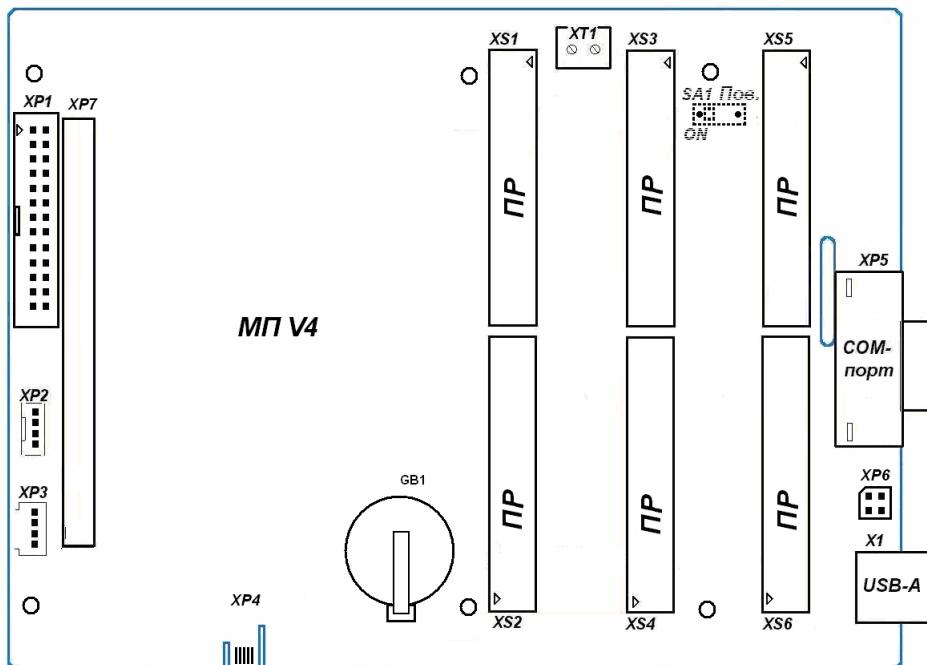

Рисунок 1.1
Ниже даны краткое описание и рекомендации по установке выпускаемых ООО «Интелприбор» в настоящее время плат расширения МКТС и функционально связанных с ними устройств. Расположение слотов на материнской плате системного блока СБ-04 приведено ниже (см. Рисунок 1.1).
- подключение МПД к выведенному на правую боковую стенку системного блока МКТС разъему XP5 СОМ-порта МКТС (см. Рисунок 1.1);